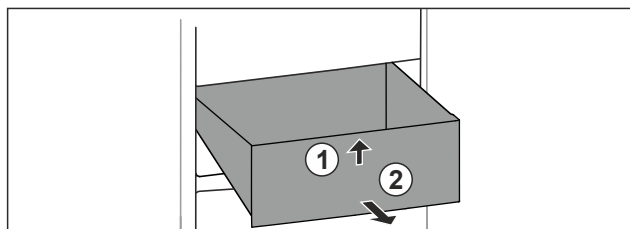

Fig. 105
- Lade aan de voorkant optillen. Fig. 105 (1)
- Lade naar voren toe verwijderen. Fig. 105 (2)